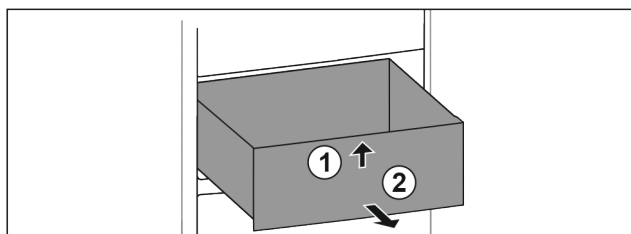

Fig. 62
- Nadzvedněte zásuvku vpředu. Fig. 62 (1)
- Vyjměte zásuvku dopředu. Fig. 62 (2)